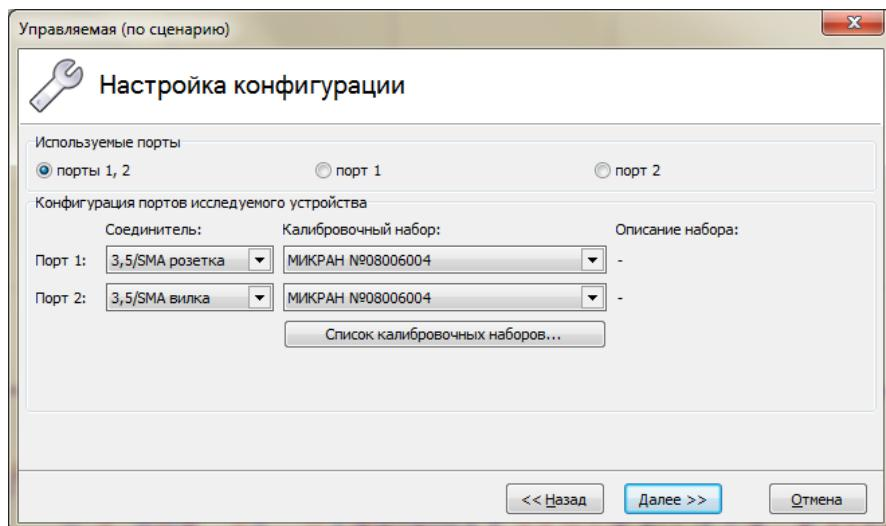

Рисунок 3.7 – Настройка конфигурации
После выбора метода калибровки «Управляемая» либо «Пользовательская» осуществляется переход к шагу «Настройка конфигурации» (рисунок 3.7).
Поле со списком в группе «Калибровочный набор» (рисунок 3.7) позволяет выбрать набор для предстоящей калибровки. В списке отображаются только те наборы, которые имеют в своём составе меры с соединителями, совпадающими с соединителями исследуемого устройства (если не используется метод калибровки «пользовательская»). Кнопка «Список калибровочных наборов...» открывает соответствующее окно (рисунок 3.5).
Шаг 2. Выберите пункт меню «Калибровка > Мастер калибровки». В появившемся окне мастера калибровки выберите метод калибровки – «Управляемая», «Пользовательская» или «Автоматическая». После нажатия кнопки «Далее» в окне настройки конфигурации (рисунок 3.7) выберите радио-кнопку «порты 1, 2».
- Шаг 2. Выберите пункт меню «Калибровка > Мастер калибровки». В появившемся окне мастера калибровки выберите метод калибровки – «Управляемая», «Пользовательская» или «Автоматическая». После нажатия кнопки «Далее» в окне настройки конфигурации (рисунок 3.7) выберите радио-кнопку «порт 1» или «порт 2». При необходимости задайте соединители исследуемого устройства и набор калибровочных мер и нажмите кнопку «Далее».
- Шаг 2. Выберите пункт меню «Калибровка > Мастер калибровки». В появившемся окне мастера калибровки выберите метод калибровки – «Управляемая», «Пользовательская» или «Автоматическая». После нажатия кнопки «Далее» в окне настройки конфигурации (рисунок 3.7) выберите радио-кнопку «порт 1» или «порт 2». При необходимости задайте соединители исследуемого устройства и набор калибровочных мер, затем нажмите кнопку «Далее».